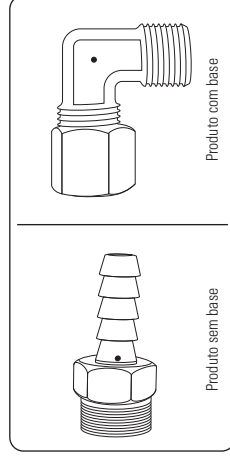

FIGURA 7.8
- O espião conectado ao bloco possui um furo de alívio da pressão do sistema de partida. Não obstrua. (figura 7.8)